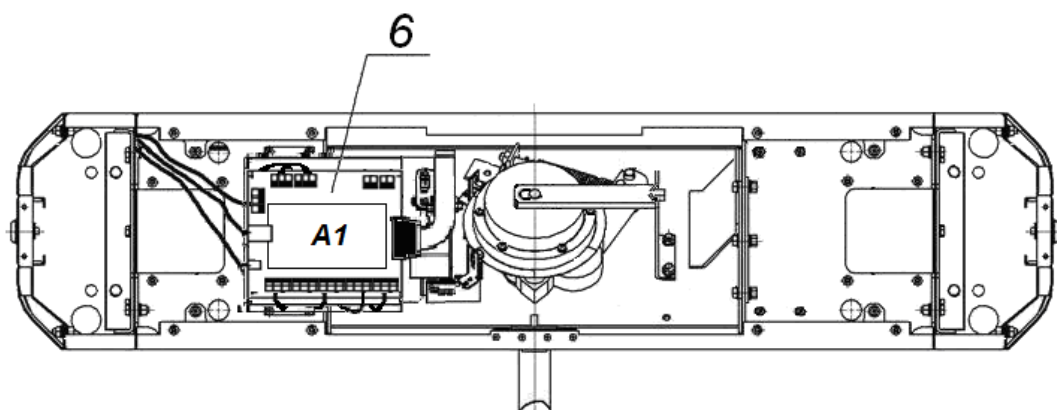

Рисунок 10. Схема прокладки кабелей в стойке ЭП
6. Подготовьте в полу отверстия под гильзы анкеров для крепления стойки ЭП. Установку и крепление стойки производите после прокладки всех кабелей в кабельном канале и внутри стойки. Схема прокладки кабелей в стойке показана на рис. 10.
7. Демонтируйте боковые заглушки (10), открыв ключом замки (11).
9. Снимите крышку стойки ЭП (3) (см. разд. 6).
10. Протяните кабели внутри стойки. Рекомендуемое расположение кабелей при прокладке внутри стойки показано на рис. 10.
14. Выполните заземление стойки ЭП в соответствии с требованиями ПУЭ («*Правила устройства электроустановок*»). Контакт заземления **Z1** (8, рис. 10) находится за боковой заглушкой стойки (10). Для крепления кабеля заземления на контакте используйте гайку М4.